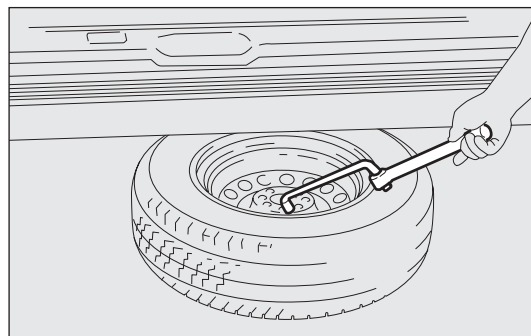

рис. 163
- ❑ с помощью ключа для демонтажа колес выньте колесо из посадочного положения в автомобиле – рис. 163;